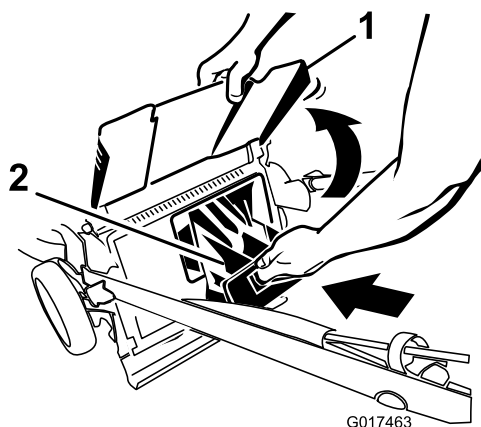

図 32
**重要** 後方排出プラグがロックされていることを確認する。プラグをロックするには排出ドア図 32を上げ、プラグがパチンと音を立てて嵌まるまでタブの後ろからしっかり押し付け、プラグのレバーを左に回す図 31。